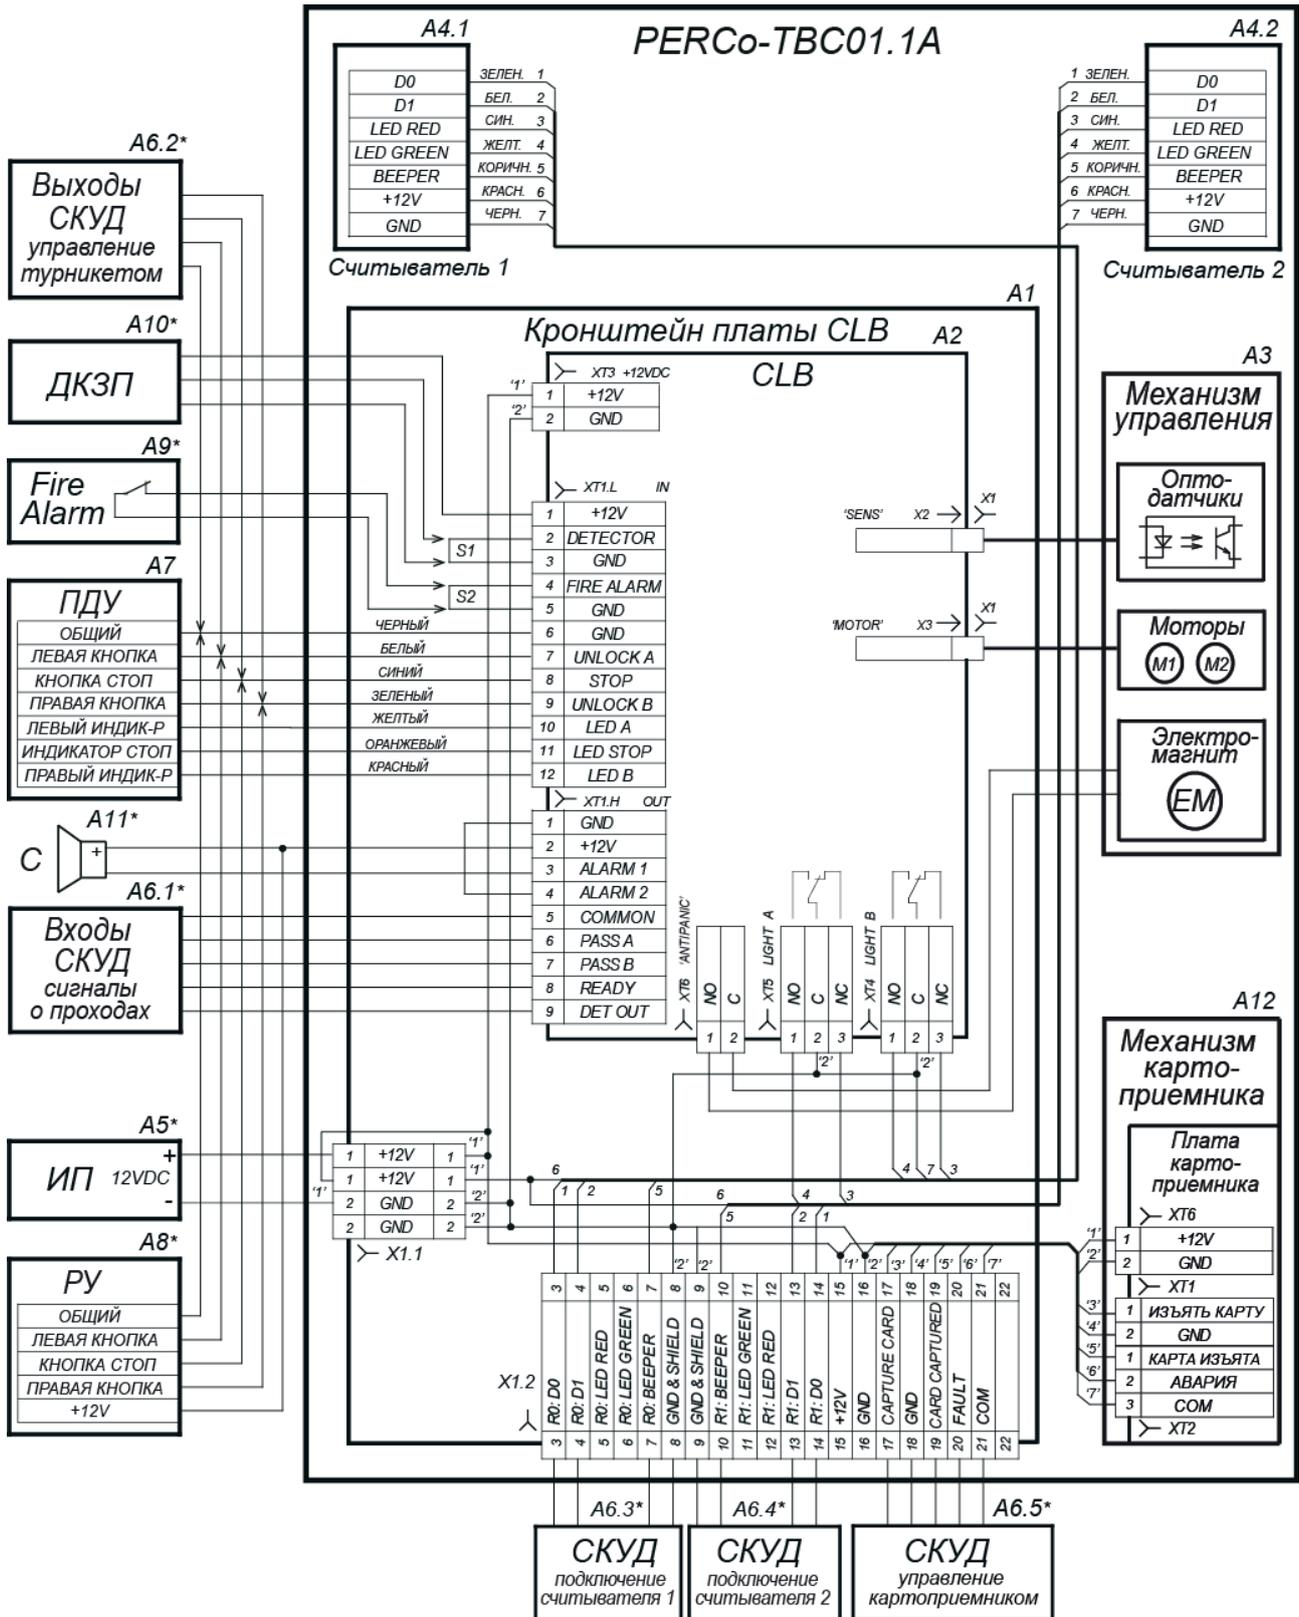
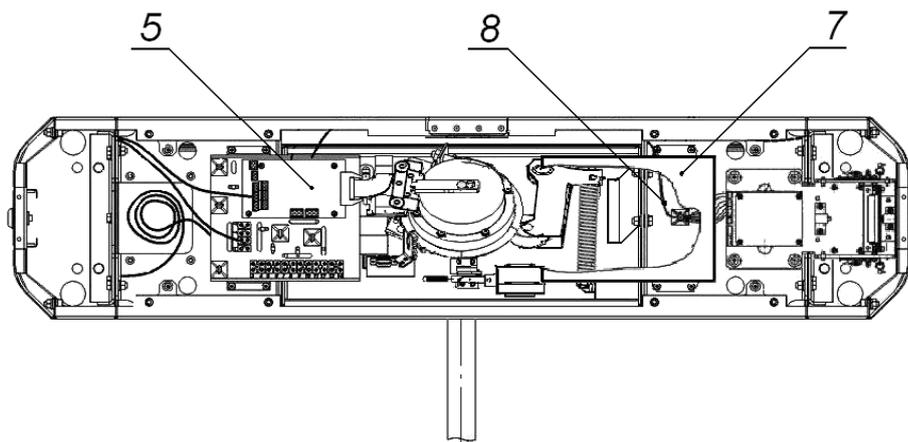
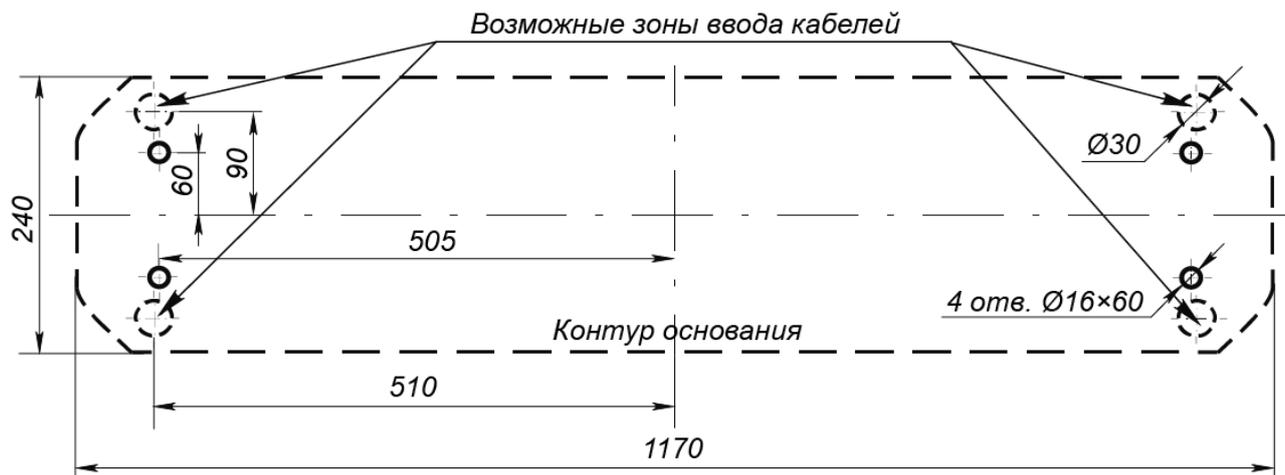

Рисунок 12. Схема электрических соединений турникета¹
Рисунок 13. Схема прокладки кабелей в стойке турникета
Рисунок 14. Схема разметки для установки стойки турникета
Управление механизмом картоприемника осуществляет контроллер СКУД подачей сигнала на вход *Изъять карту* платы управления картоприемника (контакт 17 клеммной колодки **X1.3**, см. рис. 12). Картоприемник формирует сигнал *Карта изъята* (контакт 19 клеммной колодки **X1.3**) и в определенных случаях – сигнал *Авария* (контакт 20 клеммной колодки **X1.3**, см. рис. 12).
Турникет имеет маркировку в виде этикетки и наклейки. Этикетка расположена внутри на задней стенке стойки. На этикетку нанесены: товарный знак, контактные данные предприятия изготовителя, год, месяц изготовления, напряжение питания, потребляемая мощность. Наклейка находится на внутренней поверхности крышки турникета (3). На наклейке изображена общая схема соединений турникета, аналогичная приведенной на рис. 12. Для доступа к этикетке и наклейке необходимо снять крышку (3).
2. Подготовьте в полу отверстия под гильзы анкеров для крепления стойки турникета (см. рис. 14). При необходимости прокладки кабелей под поверхностью пола подготовьте в полу кабельный канал, подходящий к зоне ввода этих кабелей в стойку турникета. Установку и крепление стойки производите после прокладки всех кабелей в кабельном канале и внутри стойки. Прокладка кабелей внутри стойки показана на рис. 13.
4. Демонтируйте заглушку стойки (7) и контейнер картоприемника (9), открыв ключом замки (8, 10). Установите стойку турникета на гильзы анкеров и закрепите ее болтами M10.
6. Снимите крышку турникета (3), отвернув ключом винт установочный (13) (см. разд. 6).
7. Подключите кабель питания (14) к клеммной колодке **X1.1** (см. рис. 12).
9. Подключите при необходимости кабели от других устройств к соответствующим клеммным колодкам платы управления (см. рис. 5 и рис. 12). Проверьте правильность и надежность всех электрических подключений.
11. Установите на место крышку (3) (см. разд. 6), заглушку стойки (7) и контейнер картоприемника (9) в порядке, обратном снятию.
Возможна установка картоприемника с противоположной стороны турникета. При этом торцевые крышки (5) со считывателями свои местоположения не меняют. При производстве механизм картоприемника установлен со стороны считывателя №2 (см. рис. 13).
1. Снимите крышку (3) в порядке, указанном в разделе 6.
2. Извлеките контейнер картоприемника (9), открыв замок (10).
3. Извлеките заглушку (7) с противоположной стороны, открыв замок (8).
4. Демонтируйте торцевые крышки (5); каждая крышка крепится двумя винтами M4×16 и двумя шурупами Ø4,2×19 снизу со стороны контейнера (9) или заглушки (7); кабели считывателей, находящихся внутри крышек, не отсоединяйте.
7. Отсоедините кабель картоприемника (8, рис. 13) со стороны платы картоприемника.
9. Переложите кабель картоприемника (8, рис. 13) на сторону считывателя №1. Для фиксации кабеля используйте самоклеящиеся площадки и пластиковые стяжки, входящие в комплект поставки.
10. Подсоедините кабель картоприемника (8, рис. 13) к плате картоприемника (см. рис. 10) согласно схеме (рис. 12).
11. Установите торцевые крышки (5) в рабочее положение и закрепите в порядке, обратном снятию.
12. Установите в рабочее положение контейнер картоприемника (9) со стороны механизма картоприемника, а заглушку (7) – с противоположной стороны.
13. Установите крышку (3) в рабочее положение (см. разд. 6).
Конструкцией турникета предусмотрена возможность установки платы контроллера СКУД внутрь корпуса турникета. Установка платы осуществляется на кронштейн (7, рис. 13). Максимальный допустимый размер устанавливаемой платы контроллера 160×150×35 мм.
Подключение контроллера к плате управления турникета производится в соответствии с рис. 12. Управление механизмом картоприемника от контроллера СКУД осуществляется согласно требованиям раздела 5.7.
Передача данных от считывателей осуществляется по интерфейсу *Wiegand*. Подключение считывателей к контроллеру СКУД необходимо производить экранированным кабелем в соответствии с рис. 12.
* Линии управления светодиодной индикацией считывателей при производстве подключены к клеммным колодкам **XT4**, **XT5** платы управления (см. рис. 12). Для осуществления внешнего управления индикацией от контроллера СКУД необходимо отключить синие и желтые провода считывателей от разъемов **XT4**, **XT5** платы управления, и подключить их к соответствующим контактам выносной клеммной колодки **X1.2**.